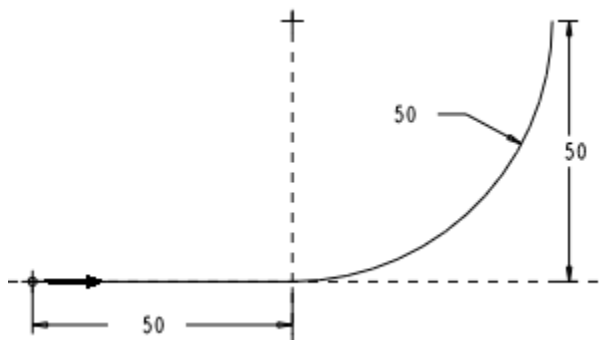

图 3-3
- (2) 单击【扫描轨迹】菜单中【草绘轨迹】选项，以绘制扫描轨迹线。
- (3) 选择 FRONT 基准面为草绘面 ,RIGHT 基准面为参考面 ,绘制如图 3-3 所示的轨迹线。